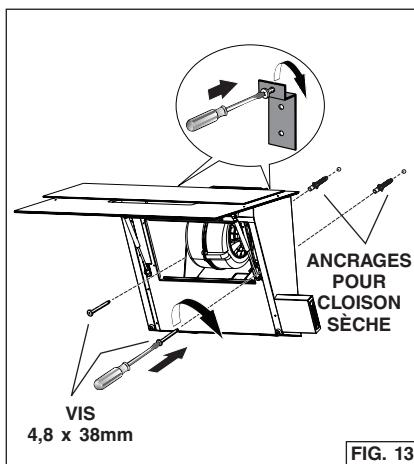

FIG. 13
- Prenez les repères et installez (2) autres ancrages pour cloison comme illustré. Fig. 13.
- Fixez la hotte de cuisine au mur avec (2) vis de montage de 4,8 x 38 mm.
- Fixez le support au mur en utilisant (2) vis de montage de 4,8 x 38 mm et des ancrages pour cloison sèche. Fig. 7. Assurez-vous que le support de montage est bien serré contre le mur et centré sur la hotte. Fig. 13